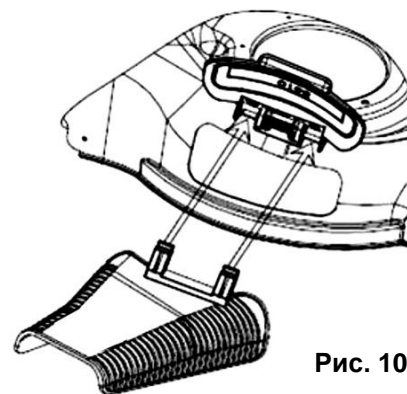

Рис. 10
- Открыть боковую крышку мульчера (10)(См. Рис.1) и присоединить направляющий дефлектор (См. Рис.10).